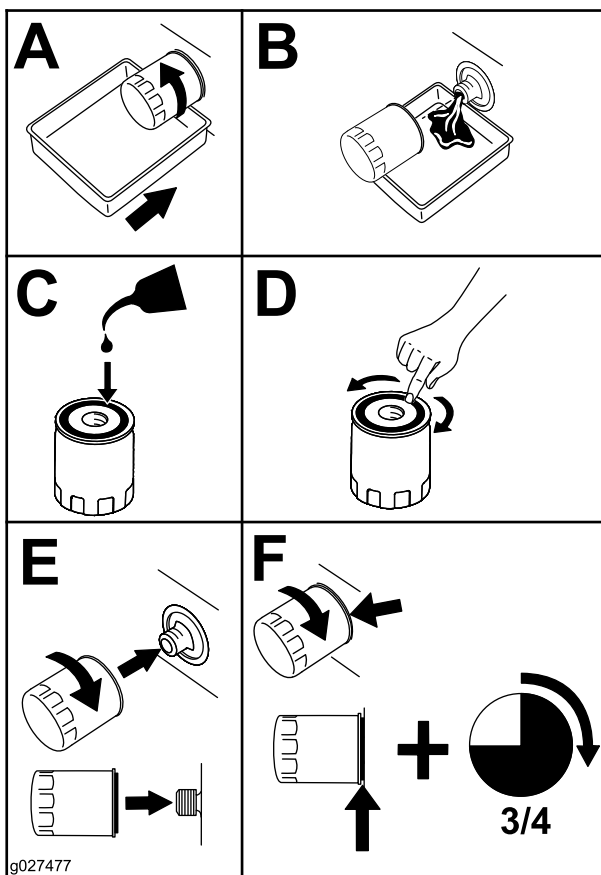

Figura 43
- Sustituya el filtro de aceite del motor como se muestra en la Figura 43.